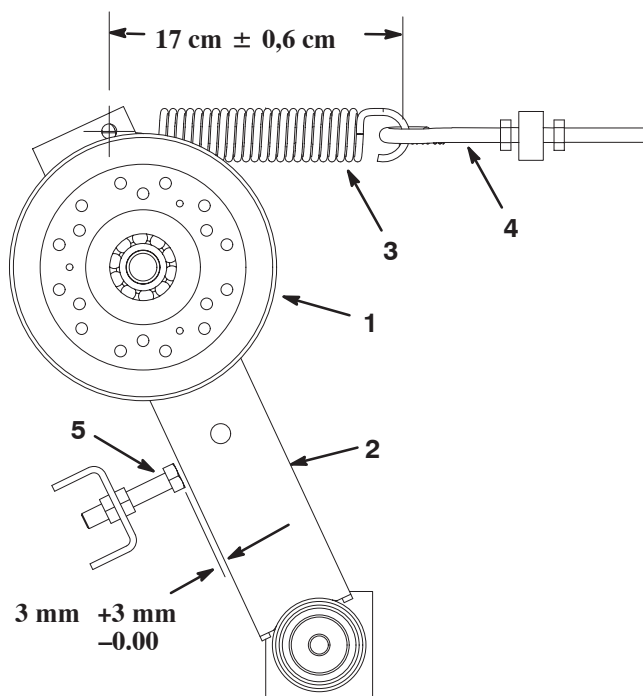

Figure 70
14. Tendez les poulies de tension avant (Fig. 70) comme suit :